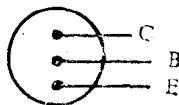

图 6
②三根管脚排成一直线，管脚有长有短，标志有色点而又短的管脚是集电极，中间是基极，另一脚是发射极，如图 6 所示。